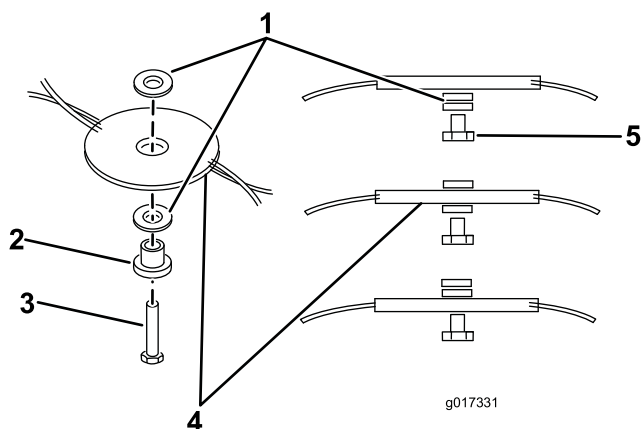
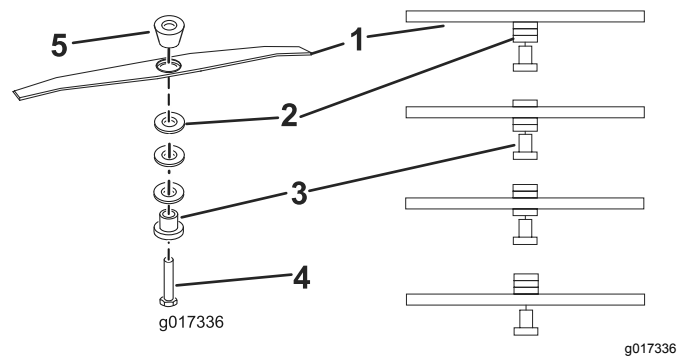

Bild 13
Bild 14
6. Versetzen Sie die Distanzstücke auf die gewünschte Höhe und setzen Sie den Freischneidfaden (Flexi Blade) bzw. die Schnittleiste wieder ein (Bild 14, Bild 13).